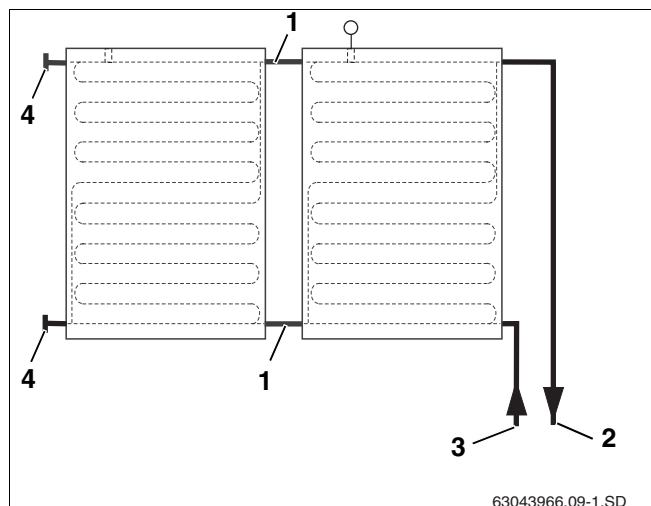
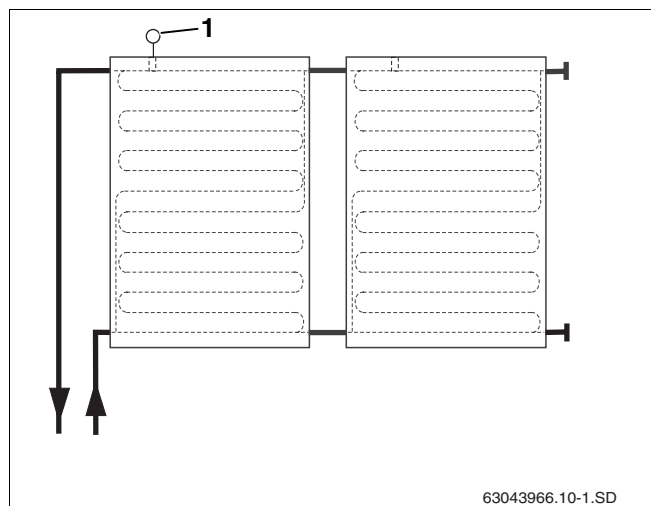

Fig. 39 Conexión hydr. a la derecha hasta un máx. de 5 colectores
Fig. 40 Conexión hydr. a la izquierda hasta un máx. de 5 colectores
Los colectores deben montarse de tal forma que los pasos para el soporte de la sonda del colector (fig. 40, **pos. 1**) se encuentren arriba.
Las tuberías hidráulicas de conexión pueden conectarse a la derecha (fig. 39) o a la izquierda (fig. 40). En estas instrucciones se han representado las tuberías de conexión en el lado derecho.
Puede llevar a cabo la conexión unilateral del campo de colectores con un tamaño máx. de 5 colectores (fig. 39 y fig. 40).